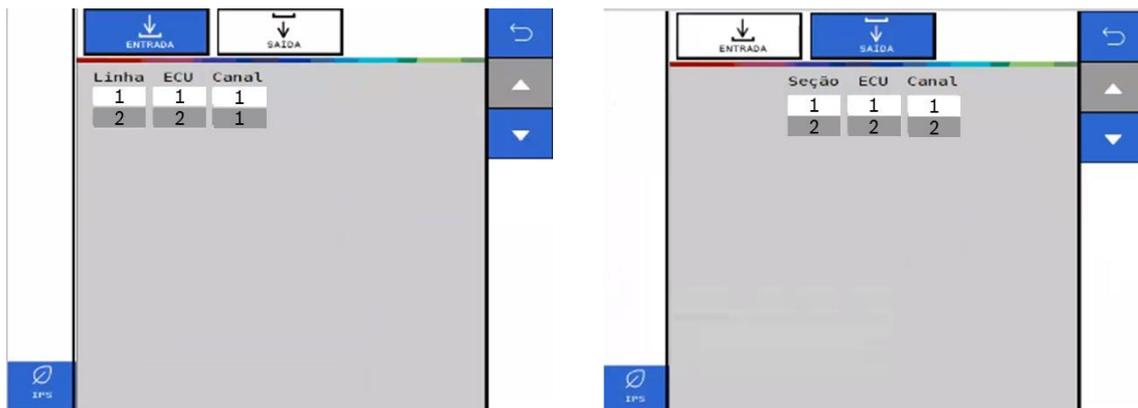

Figura 30- Menú resumen de entradas y salidas de fertilizante ISOBUS
- D) Vaya al menú de resumen de entradas y salidas, Figura 30, para ver la configuración que ha realizado.